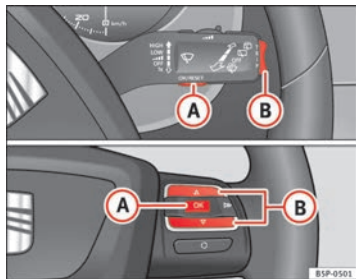

Abb. 39 Schaltwippen A und B. Bedienelemente am Lenkrad.
Ist demnächst ein Service fällig, erscheint in den Kilometeranzeigen eine **Service-Vorwarnung**. Es erscheint ein „Schraubenschlüssel“-Symbol und die Anzeige „km“ mit der Kilometerangabe, die bis zum fälligen Service-Termin gefahren werden kann. Nach etwa 10 Sekunden wechselt diese Anzeige. Es erscheint ein „Uhr-Symbol“ und die Anzahl der Tage bis zum fälligen Service-Termin. Der Informationstext am Display* des Kombiinstrumentes lautet: **SERV. IN... KM ODER... TAGEN**. Etwa 20 Sekunden nach Einschalten der Zündung oder bei laufendem Motor erlischt die Service-Meldung. Sie können auch durch Drücken des Rückstellknopfes des Kurzstreckenzählers oder durch Drücken der Wippe der MFA → Seite 62, Abb. 39 ⑧ in die Normalanzeige schalten.
- Zum Umschalten von einem Speicher auf einen anderen drücken Sie bei eingeschalteter Zündung kurz die Taste $\Rightarrow$ Abb. 39 **A** am Scheibenwischerhebel oder die Taste **A** der Bedienelemente am Lenkrad $\Rightarrow$ Abb. 39.